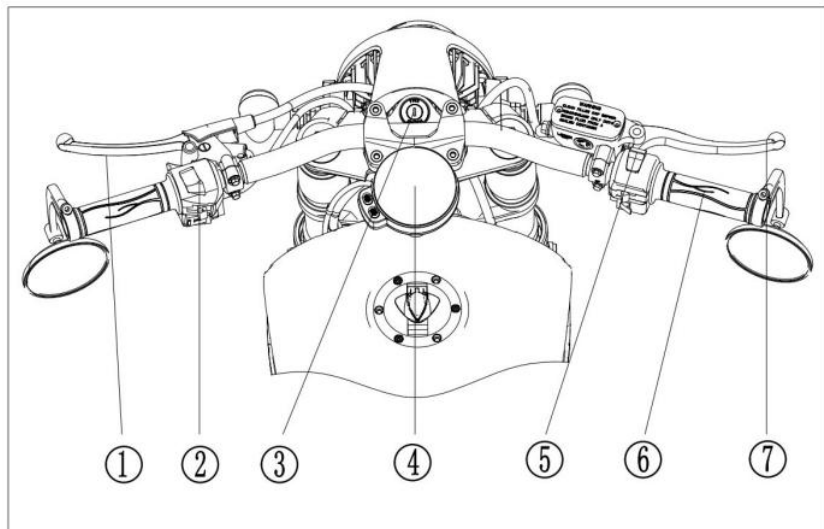

Fig.3
3. (Fig.3)
- ① Leva frizione
- ② Combinazione interruttore sinistro
- ③ Commutatore d'accensione
- ④ Quadro strumenti
- ⑤ Combinazione interruttore sinistro
- ⑥ Manopola acceleratore
- ⑦ Leva del freno anteriore